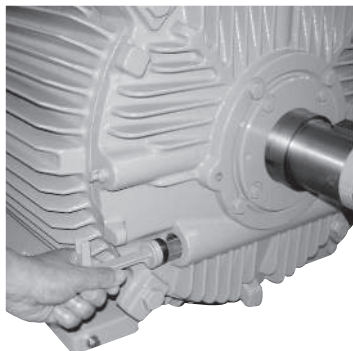

図 21.4
- (イ) まず排油装置を取りはずし (図 21.4)、装置に収納されている排油を捨ててください。